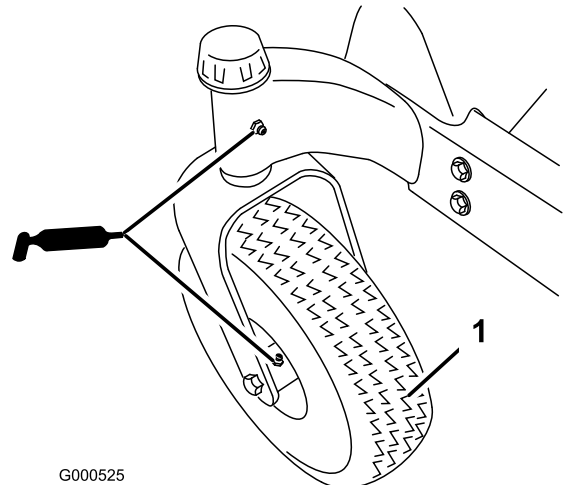
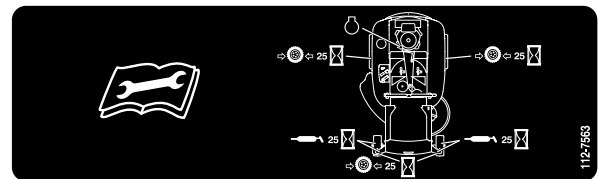

Figura 29
Figura 30
Engrase las ruedas giratorias delanteras y sus pivotes (Figura 29).
3. Limpie con un trapo los puntos de engrase (Figura 29) y (Figura 30). Asegúrese de rascar cualquier pintura que hubiera sobre los puntos de engrase.
4. Conecte una pistola de engrasar a cada punto de engrase (Figura 29 y Figura 30). Bombée grasa hasta que empiece a rezumar grasa de los cojinetes.